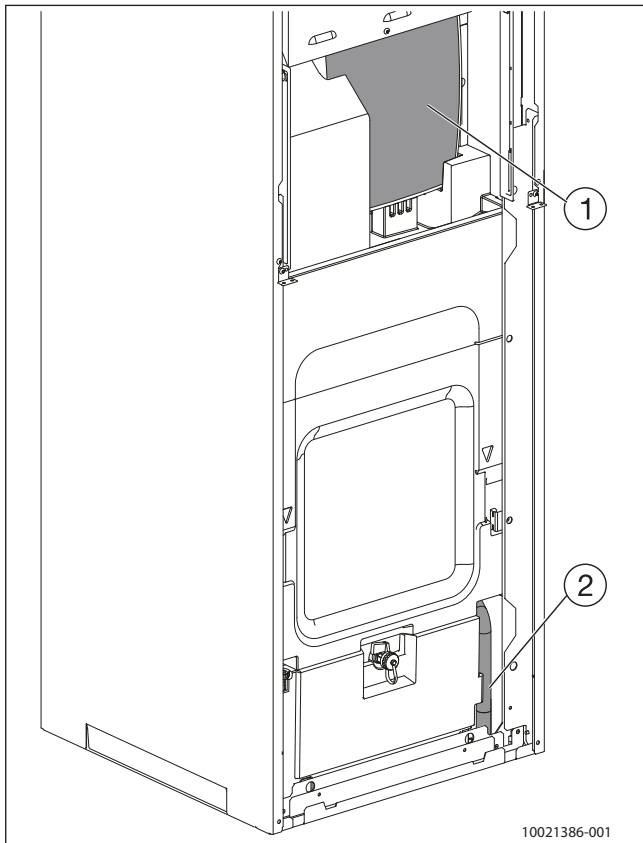

Bild 90 Vorderansicht Ablaufschlauch
- ▶ Ablaufschlauch und Sicherheitsventil an einen Ablauf anschließen (→ Bild 90 und 91).
- ▶ Ablaufschlauch (→ Bild 90, [2]) an einen frostgeschützten Ablauf oder direkt an einen Wandablauf anschließen.